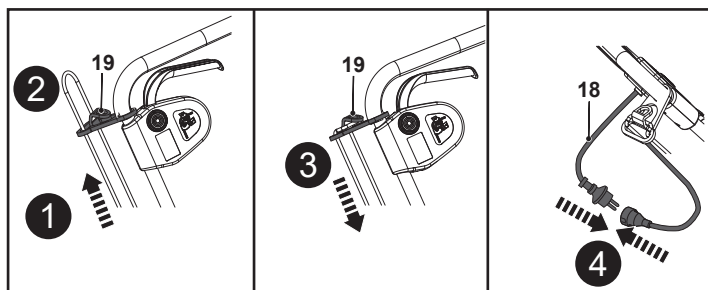

Fig. 8b
1. Doubler la rallonge vers l'arrière, à environ 40 cm de l'extrémité, faire passer la boucle dans le trou du dispositif de retenue du cordon (19) (Fig. 8b, étape 1, 2) et accrocher la boucle sur le crochet.
2. Faire passer la rallonge par-dessus le dispositif de retenue du cordon (19) et tirer doucement sur le cordon pour s'assurer qu'il est bien fixé (Fig. 8b, étape 3).
3. Brancher le cordon d'alimentation (18) à la prise de la rallonge (Fig. 8b, étape 4).